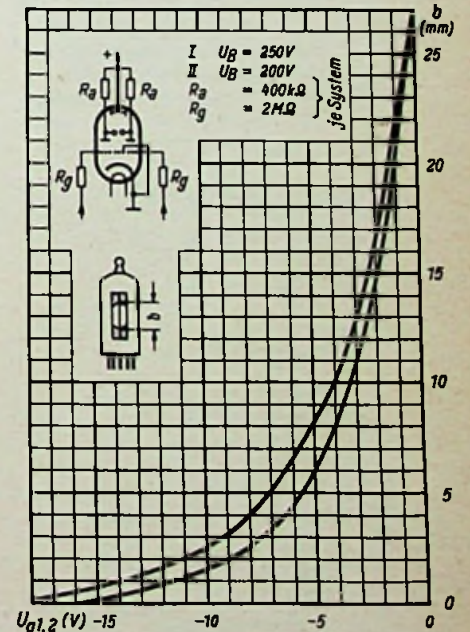

Bild 7. Schattenlänge als Funktion der Gittervorspannung für die einfache Schaltung der Röhre EMM 801
1. Die einfache Schaltung, wie sie für die bisher bekannten Abstimmanzeigeröhren üblich ist. Bild 7 zeigt die Kennlinien hierfür. Die geringfügigen Unterschiede in den Schattenlängen der beiden Systeme lassen sich mit einer Symmetrischschaltung beseitigen.